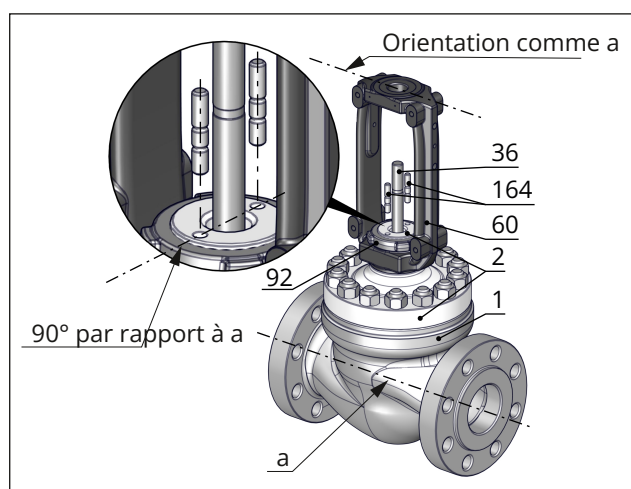

Fig. 26 : Alignement du chapeau sur le corps de vanne et alignement de l'arcade sur le chapeau de vanne
3. Visser le guide (302) avec les vis (306) et rondelles (308). Respecter les couples de serrage prescrits, cf. Tab. 7.
4. Placer l'arcade (3) sur le chapeau de vanne de telle sorte que les deux trous situés sur la face supérieure du chapeau soient orientés vers les côtés ouverts de l'arcade, cf. Fig. 26.
5. Fixer l'arcade (3) à l'aide de l'écrou crénelé (92).
- a) Placer la bride de garniture de presse-étoupe (162) sur le fouloir (8) via les goujons filetés (164) présents sur le chapeau de vanne (2/21).
- b) Visser les deux écrous de serrage (163) (y compris les rondelles-ressorts dans le cas d'une bride de garniture de presse-étoupe équilibrée par ressort externe) sur les goujons filetés (164) et serrer à la main. Dans le cas d'une exécution avec équilibrage par ressort, insérer les écrous de serrage (163) à travers les trous de la bride de garniture de presse-étoupe.